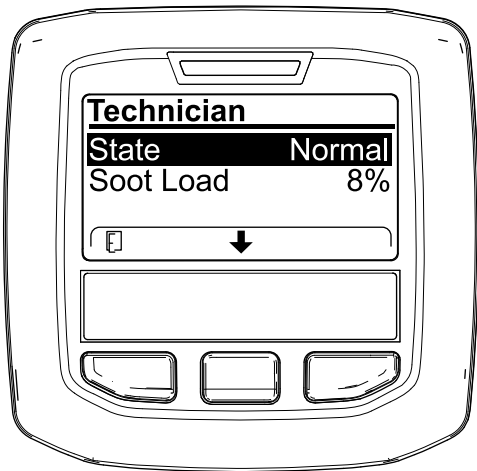

Figura 43
- Servitevi della tabella dell'operatività FAP per comprendere lo stato corrente dell'operatività del FAP (DPF) (Figura 43).